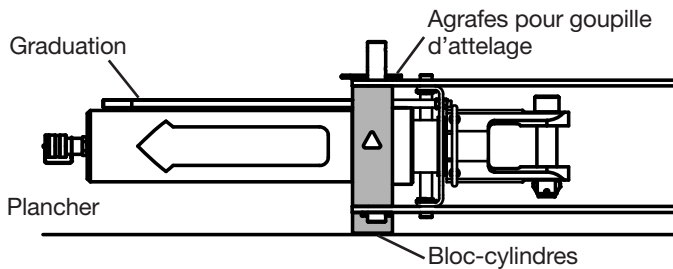

Figure 8
10. Tourner la cintreuse assemblée sur le bloc-cylindres de manière à ce que les agrafes pour goupille d'attelage et la graduation du vérin soient tournées vers le haut (Fig. 8). Le bloc-cylindres est conçu pour mettre à niveau le cylindre de la cintreuse lors du cintrage au sol.